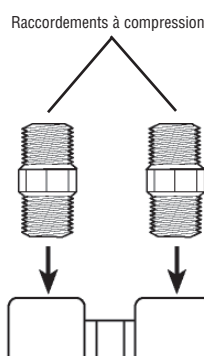

Figure 4
4. Visser un raccordement dans la sortie du filtre et l'autre dans l'entrée du filtre (les deux sont identifiés sur le module de tête du filtre). Resserrer les deux raccords à l'aide d'une clé. **Ne pas trop serrer. Trop serrer peut endommager la cartouche et causer des fuites** (figure 4)